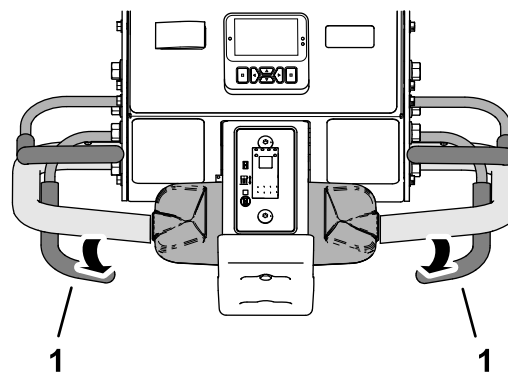

Figura 85
- Pe măsură ce anvelopa din față se rostogolește peste perimetrul zonei de aerare, eliberează maneta de aerare (Figura 85).